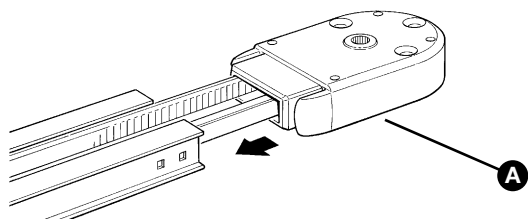

Figure 30
- 4 Remettre dans sa position initiale le renvoi de tension de la courroie et le chariot. Assembler la tête du rail [A], comme indiqué sur la figure 30. Cette opération requiert une certaine force: utiliser éventuellement un marteau en caoutchouc.